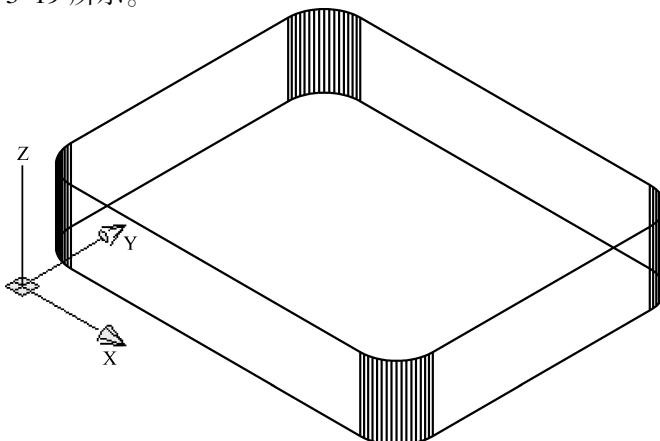

图 3-19 绘制带标高、厚度的圆角矩形
【例 3-7】 绘制一个标高为 10，厚度为 20，圆角半径为 R10，大小为 100×80 的矩形，如图 3-19 所示。
- 2) 在【指定第一个角点或 [倒角 (C) → 标高 (E) → 圆角 (F) → 厚度 (T) → 宽度 (W)] :】提示下输入 E，创建带标高的矩形。
- 4) 在【指定第一个角点或 [倒角 (C) → 标高 (E) → 圆角 (F) → 厚度 (T) → 宽度 (W)] :】提示下输入 T，创建带厚度的矩形。
- 6) 在【指定第一个角点或 [倒角 (C) → 标高 (E) → 圆角 (F) → 厚度 (T) → 宽度 (W)] :】提示下输入 F，创建圆角矩形。
- 8) 在【指定第一个角点或 [倒角 (C) → 标高 (E) → 圆角 (F) → 厚度 (T) → 宽度 (W)] :】提示下输入 (0, 0)，指定矩形第一个角点。
- 9) 在【指定另一个角点或 [面积 (A) → 寸 (D) → 转 (R)] :】提示下输入 (100, 80)，指定矩形的对角点。
- 10) 在快速访问工具栏选择【显示菜单栏】命令，在弹出的菜单中选择【视图】→【三维视图】→【东南等轴测】命令，查看绘制好的三维图形，效果如图 3-19 所示。